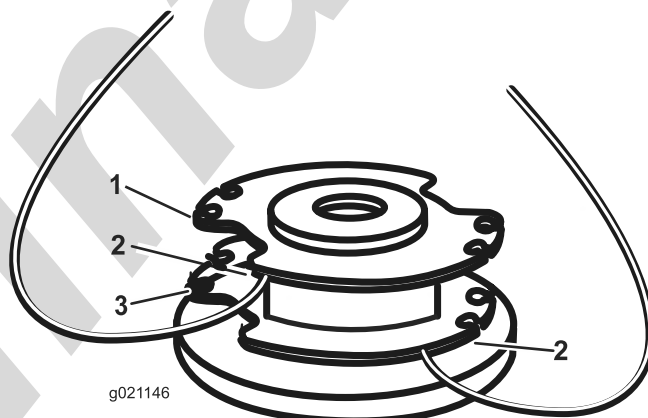

Figura 18
4. Inserte el hilo por los taladros de anclaje de la parte superior del carrete (Figura 18). Enrolle el hilo en el carrete en el sentido indicado por las flechas marcadas en el carrete.